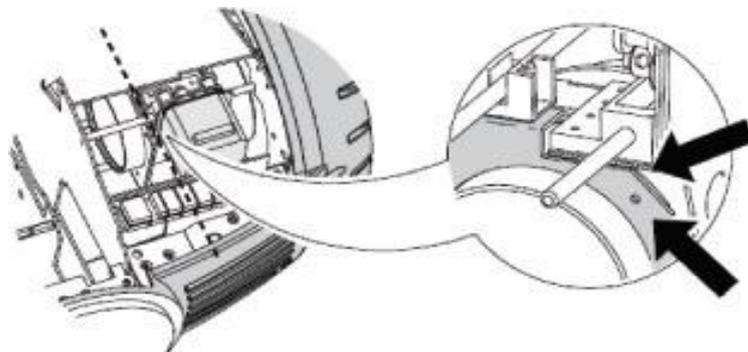

图 10: 变焦校准点
- 2 要校准变焦，首先得打开灯体的外壳。找到 CAL/ZOOF 菜单并按[Enter] 键。调节弥补直到变焦镜盘碰到调焦盘（图 10）。按[Enter] 键确认。装上外壳。